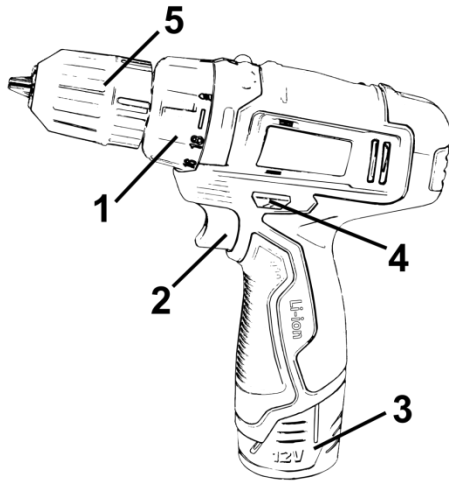

Рисунок 1
5.1.2 Встановіть необхідний крутний момент за допомогою кільця регулятора моменту затягування (1) (рисунок 1).
5.3 Для включення виробу натисніть на клавішу вимикача (2, рисунок 1). Для відключення виробу слід клавішу відпустити. Регулювання швидкості обертання патрону здійснюється ступенем натискання на клавішу вимикача.